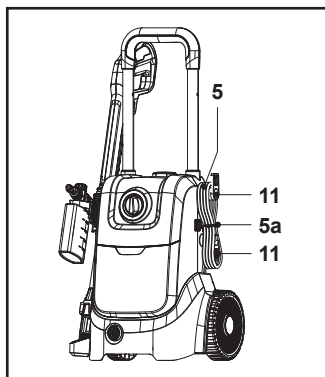

Fig. 21
2. Înfășoară cablul de alimentare (5) pe cele două suporturi de cablu (11) și fixează-l în loc cu clema furnizată (5a) (fig. 21).